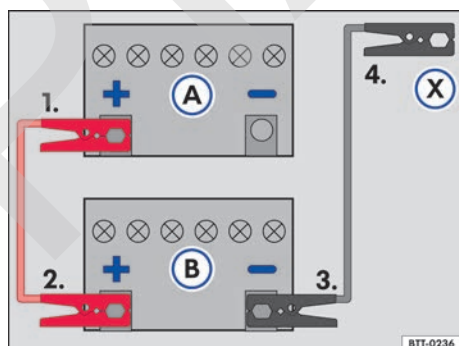

Fig. 183 Esquema para la conexión de los cables auxiliares de arranque: batería del vehículo descargada (A) y batería del vehículo que provee la corriente (B).
Legenda para → fig. 183:
- Conectar una extremidad del cable auxiliar de arranque *rojo* al polo positivo → fig. 183 (+) del vehículo con la batería del vehículo descargada (A) → ▲.
- Conectar la otra extremidad del cable auxiliar de arranque *rojo* al polo positivo (+) de la batería que brinda corriente (B) al vehículo.
- Conectar un extremo del cable auxiliar de arranque *negro* al polo negativo (-) de la batería que brinda corriente (B) al vehículo.
- Conectar la otra extremidad del cable auxiliar de arranque *negro* (X) en el vehículo con la batería del vehículo descargada en una pieza metálica de metal atornillada firmemente al bloque del motor o en el propio bloque del motor - aunque no en las proximidades de la batería (A) → ▲.